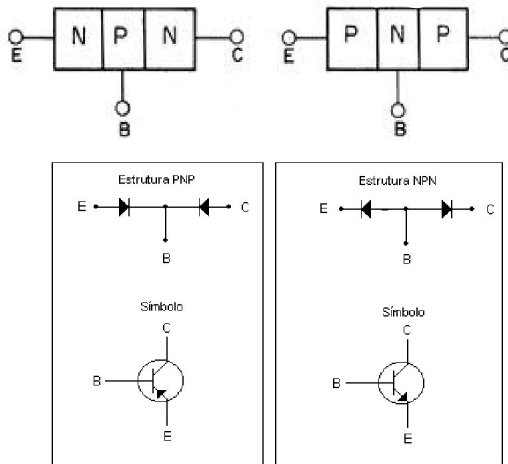

Figura 1: Junção PNP e NPN
- Tecnicamente o transistor é um cristal semiconductor em que um material do tipo P ou N está entre dois N ou P. Há dois tipos básicos de transistores de junção bipolar (BJT) como mostrado na figura 1.